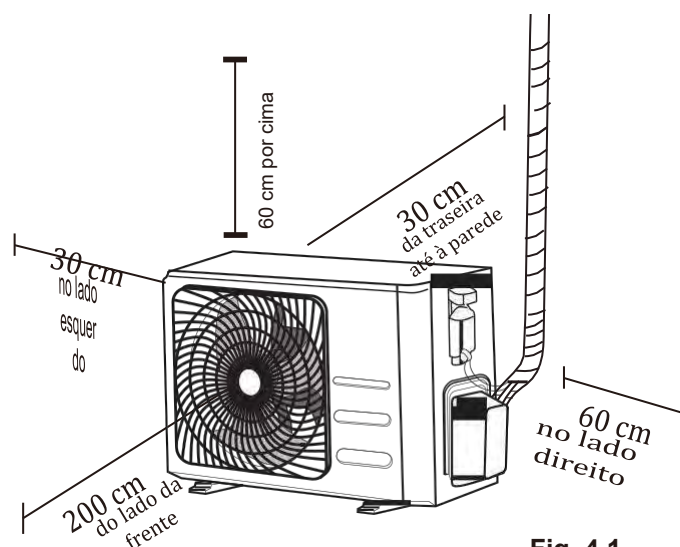

Fig. 4.1
- ✓ Cumprem todos os requisitos de espaço mostrados em Requisitos de Espaço de Instalação (Fig. 4.1)